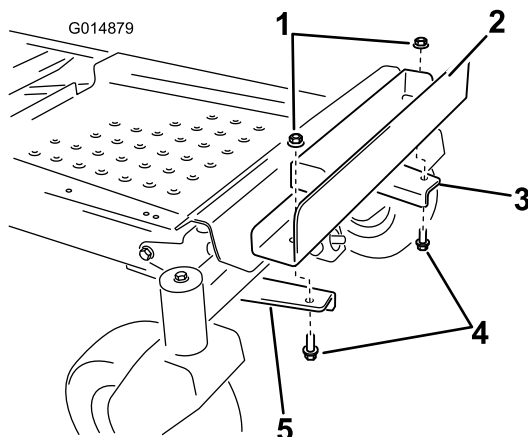

Bild 8
5. Befestigen Sie die Ballasthalterung an den Befestigungshalterungen (Bild 8). Fluchten Sie die äußeren Löcher in der Halterung mit den vorher montierten Befestigungshalterungen aus. Stellen Sie sicher, dass die Halterung im Rahmen zentriert ist. Befestigen Sie sie mit zwei Schrauben (3/8" x 1") und zwei Sicherungsmuttern (3/8").